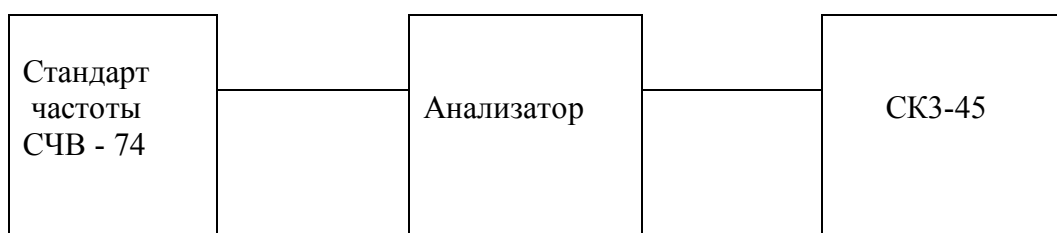

Рис.3
10.5.6. Паразитная девиация частоты гетеродинов определяться прямым измерением девиации ПЧ при помощи измерителя модуляции по схеме рис. 3. Измеритель модуляции подключается к выходу ПЧ анализатора.